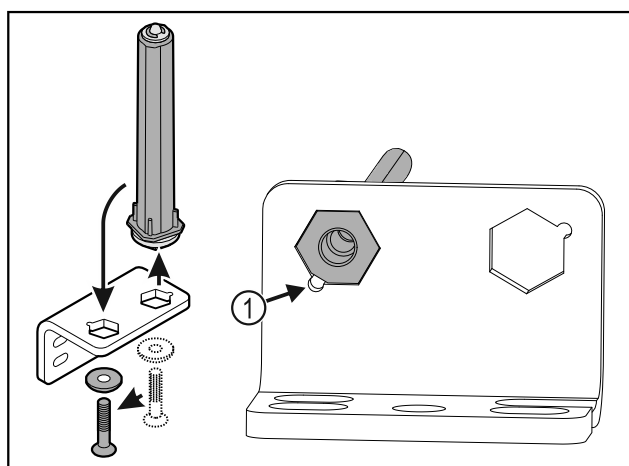

Fig. 39
- ▶ Dbajte na to, aby pri nasadzovaní ukazoval úkos čapu Fig. 39 (1) k okrúhlemu otvoru.